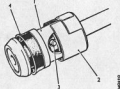

Abb. Mb.4
- (13) Bremshilfs-Stützelstange und Kolben von der Nehmerylinderbohrung abziehen, Kunststofflager, Gummischale und Kunststoffabdeckblech abziehen und für Wiederanbauverpackung auf relative Lage achten.
- (14) Gummidichtung vom Kopf des Nehmerylinders abheben, Halteklammer mit kleinen Schraubenzieher öffnen um den Verbindungsstift freizulegen, welcher dann ausgezogen werden kann um den Kolben von der Stange zu trennen (siehe Abb. Mb.4).